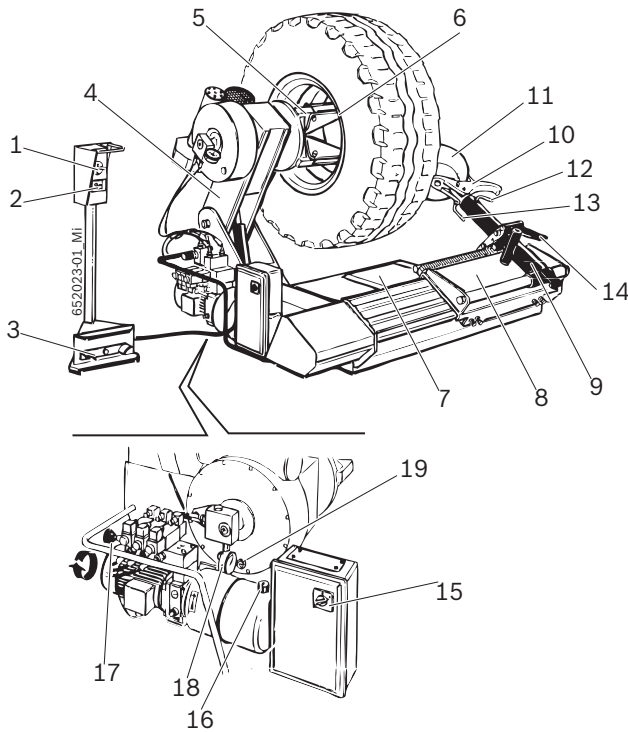

Fig. 1: TCE 5210
La brida de ajuste funciona a través de un circuito hidráulico de alta presión regulable de 20 a 130 bar rotando la manopla correspondiente (Fig. 1, pos. 17) y leyendo el valor en el manómetro (Fig. 1, pos. 18). La presión normal de ejercicio es de 130 bar. Con las llantas ligeras o particularmente delgadas es necesario disminuir dicha presión.
Para ruedas con diámetro inferior a 800 mm o superior a 1500 mm, se aconseja quitar la toma de la herramienta de montaje (Fig. 1, pos. 12) y ubicarla en el segundo agujero.